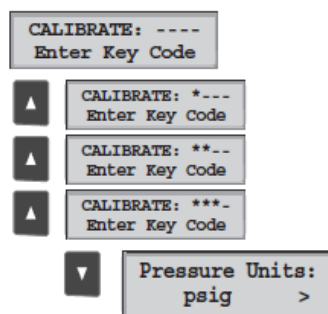

Figura 2.20: Código de ingreso al menú de calibración.
2. Ingresar el código secuencial de teclas como se muestra en la figura 2.20, tres flechas arriba y una abajo.